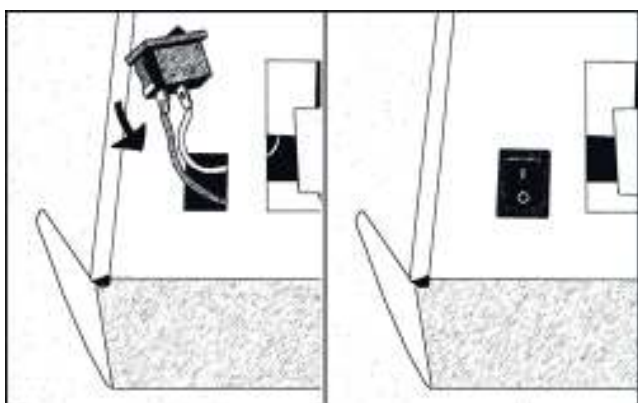

Рис.8
5. Установка выключателя. С выключателем протыкаем то же самое, что и с кнопками (Рис.8).